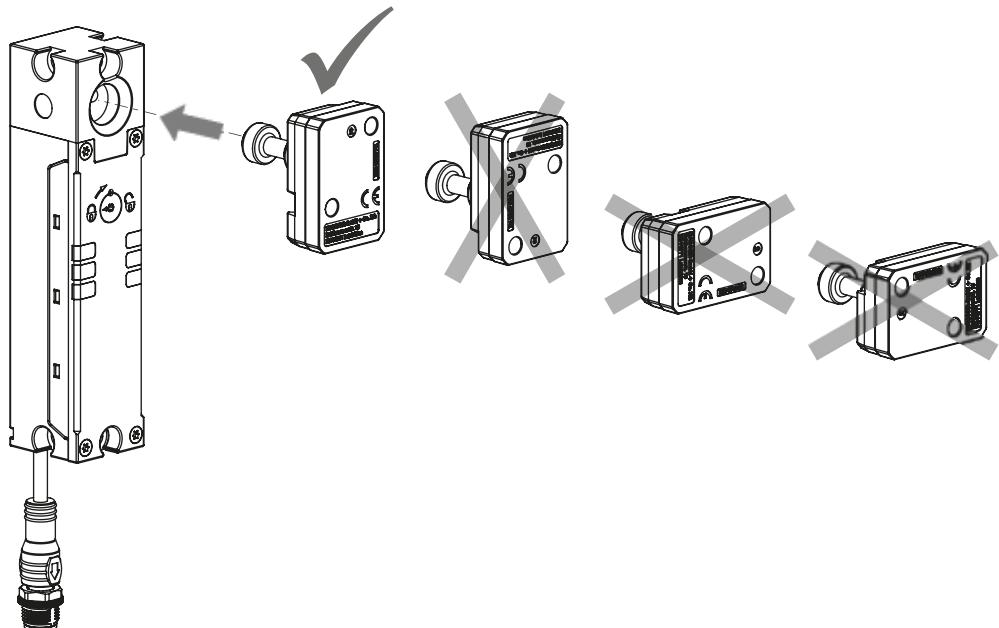

図 2: アクチュエーターの位置合わせ
- ・アクチュエーターと安全スイッチは、ガードを閉じたときにアクチュエーターがスイッチに垂直に完全に挿入されるよう取り付けてください（図2を参照）。正しく取り付けられない場合、ガードロックの動作は保証されません。